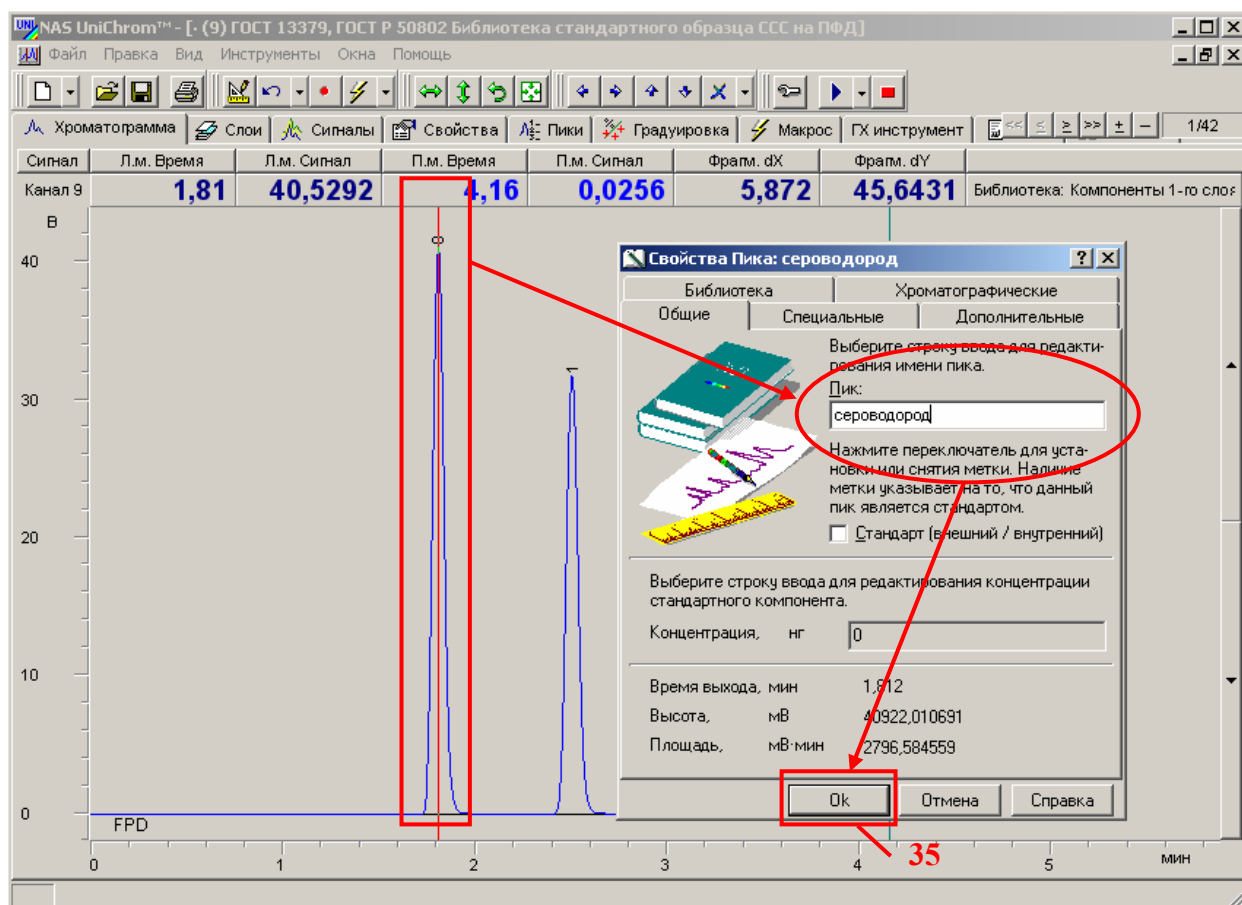

Рис. 57. Изменение названия пика
- На графике хроматограммы (см. Рис. 57) кликните двойным щелчком левой кнопки мыши в область пика, название которого хотите изменить;
Для переименования пика необходимо выполнить действия, указанные в пункте 33 данного раздела, в подпункте «Идентификация пиков» (см. Рис. 57).